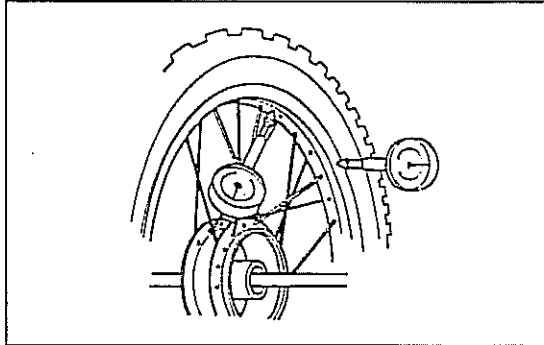

Bild 165
-  Räder auf Zentrierständer lagern, Seiten- und Höhenschlag mit Messuhr prüfen (Verschleissgrenze jeweils 2,0 mm). Unrund laufende Räder richten lassen. Siehe Bild 165. Auf dem Zentrierständer auch die Unwucht des Rades feststellen. (Einen solchen Stützbock kann